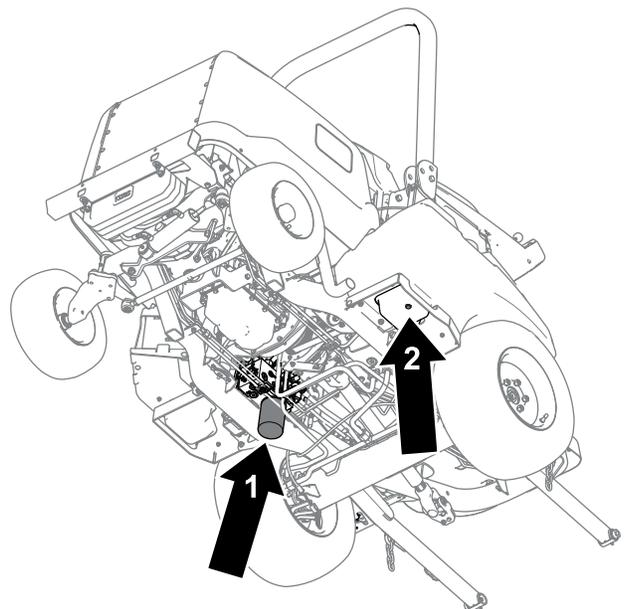

Figura 82
4. Retire el tapón de vaciado (Figura 82) de la parte inferior del depósito y deje que se drene el aceite hidráulico al recipiente.
6. Coloque un recipiente de vaciado debajo del filtro (Figura 82), retire el filtro y deje que se drene el aceite restante en el recipiente.